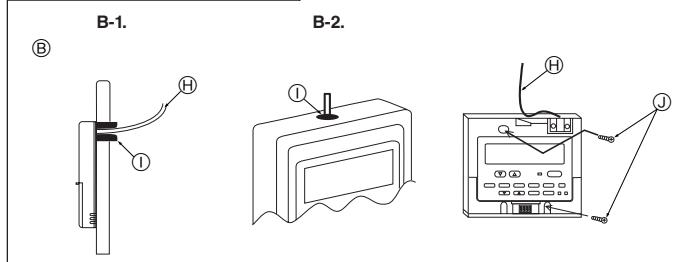

Fig. 7-3
(2) Замажьте сервисный вход в пульт дистанционного управления замазкой для предотвращения попадания капель росы, воды, а также тараканов или червей. (Fig. 7-3)